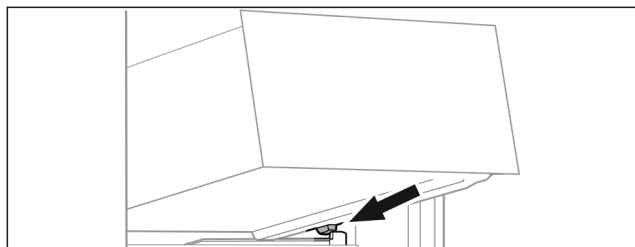

Fig. 15
- Наклоняя вниз, установите выдвижной ящик за стопоры на контейнерное ребро Fig. 15 (1).